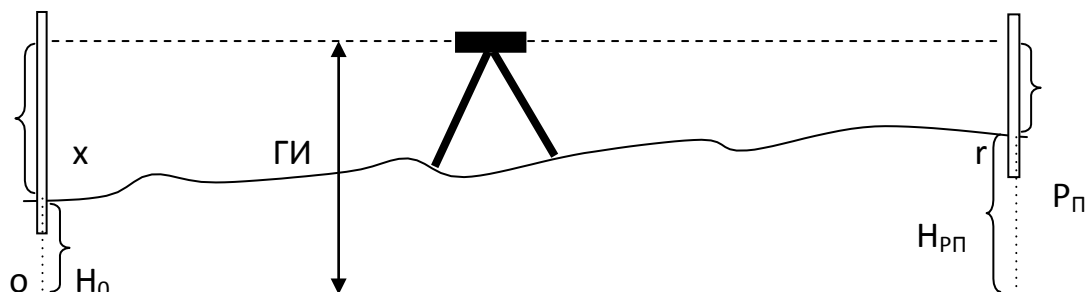

Рис. 19. Схема вынесения проектной отметки
- 1) установить нивелир примерно посередине между репером и местом вынесения точки (рис. 19) и взять отсчет по рейке, установленной на репере;